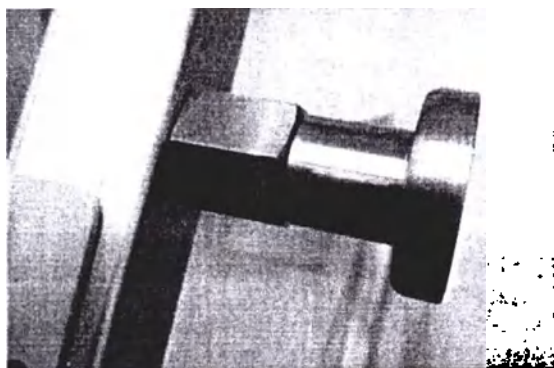
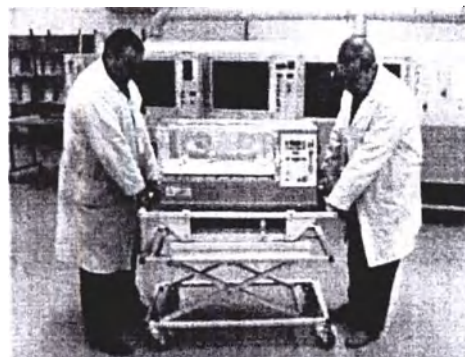

Рисунок 39
Рисунок 40
2.8 Для складывания тележки необходимо отжать стопорные ручки (рисунок 39) и с небольшим усилием нажать вниз на ручки инкубатора (рисунок 40), придерживая сам инкубатор от неконтролируемого складывания. При этом фиксация в сложенном состоянии осуществляется с помощью специального замка. Для возврата тележки в исходное состояние необходимо отжать ручку специального замка и поднять инкубатор до фиксации его стопорными ручками.